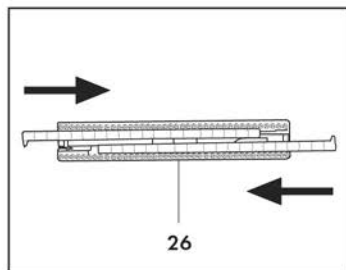

Fig. 10
Para a montagem do suporte com cerdas para alcatifas e tapetes (26), inserir nas guias apropriadas as escovas rígidas com as linguetas dirigidas para dentro (Fig. 10).